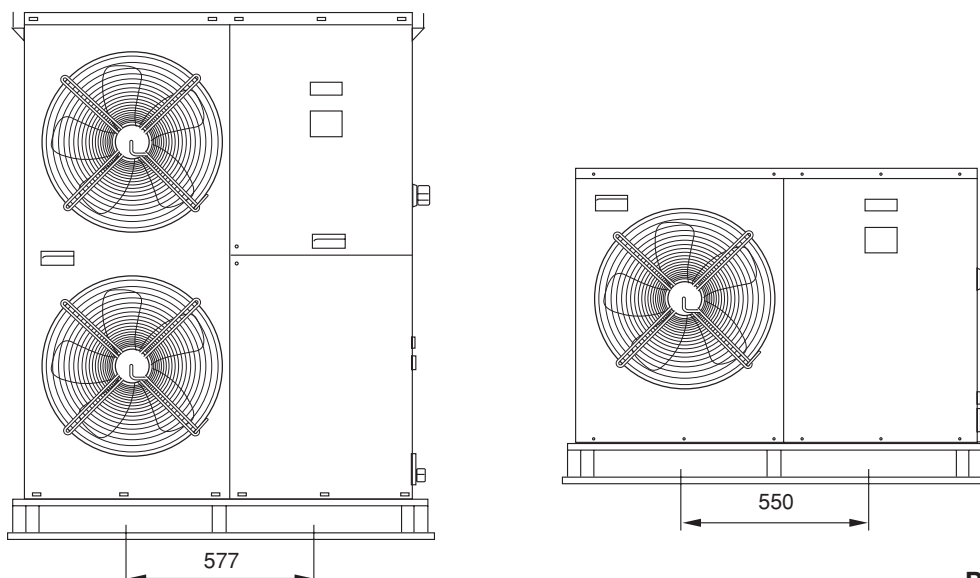
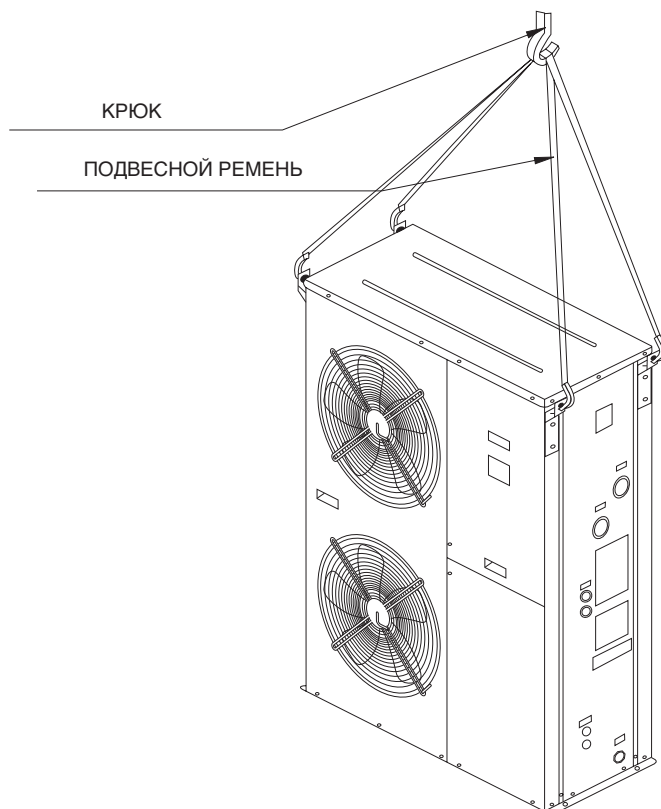

Рисунок 1
Рисунок 2
- Во избежание повреждения панелей, используйте для подъема блока широкозахватные траверсы или вилочный погрузчик. На рис. 1 показаны размеры поддона для подъема блока. Избегайте резких движений. Не убирайте поддон до установки блока в конечное положение. При необходимости, для перемещения блоков мощностью свыше 11 кВт используйте кран. Убедитесь, что подвесные ремни способны выдержать вес блока (вес блока указан в руководстве по эксплуатации). Проследите за тем, чтобы подвесные ремни не соприкасались со змеевиком, верхней панелью и передней панелью. Используйте подъемный кронштейн (прилагается наряду с данным руководством), как показано на рис. 2. Перед перемещением блока на место слегка приподнимите его, чтобы проверить равновесие. Не допускайте раскачивания и вращения блока.